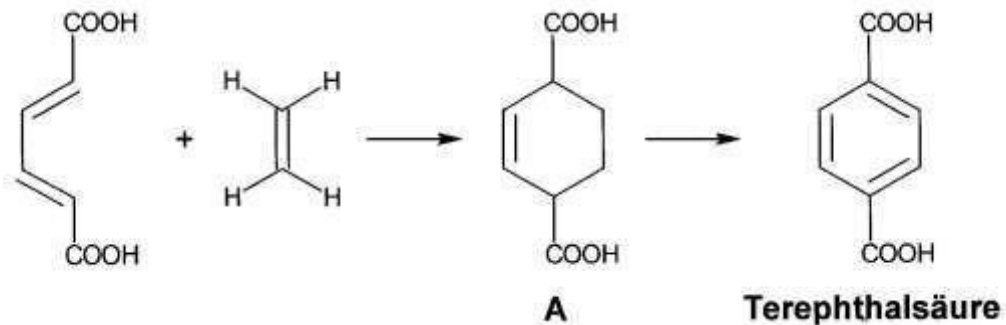

Abb. 2: Reaktionsschema zur Herstellung von Terephthalsäure
1.1 Eines der Monomere zur Synthese von PBAT ist Terephthalsäure. Diese lässt sich aus nachwachsenden Rohstoffen nach dem in Abbildung 2 dargestellten Schema herstellen